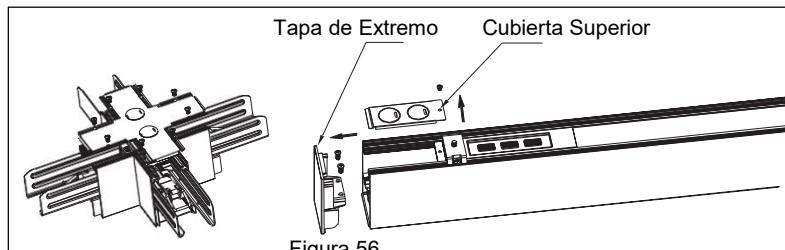

Figura 56
1. Retire la cubierta superior del conector en X y de la lámpara. Luego retira la tapa del extremo de la lámpara. **Ver Figura 56.**